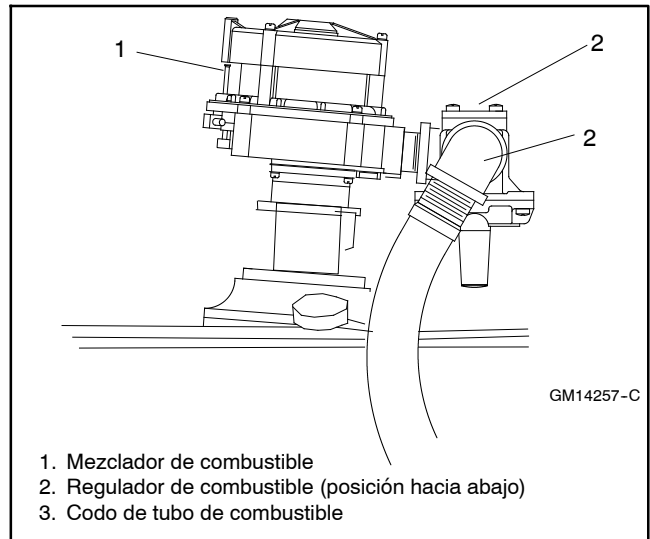

Figura 9-34 Mezclador de combustible, típico
- d. Colocar el mezclador de gas en el acelerador con la junta existente e instalar los cuatro tornillos. Consulte la Figura 9-34.
- a. Gire el regulador de combustible a una posición hacia abajo como se muestra en la Figura 9-34.